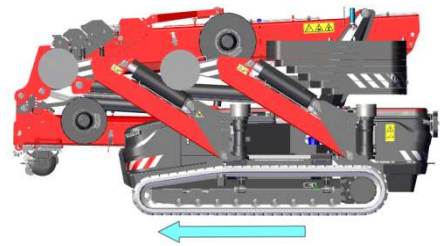

Figure: 31
- Le sens de marche en avant est indiqué par une flèche, (voir Figure 31).